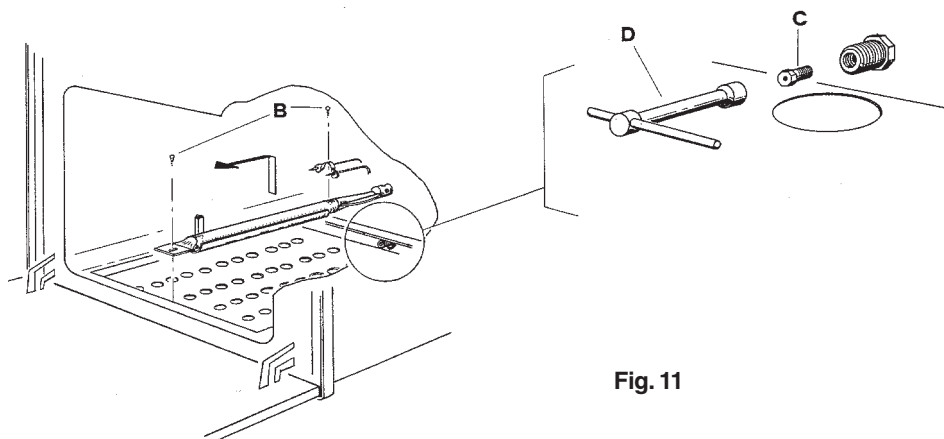

Fig. 11
- Extraer el quemador, para ello desenroscar los tornillos de fijación de la solera (B-fig. 11);
- Desenroscar el inyector (C), para ello utilizar una llave tubular (D) de 7 mm., y sustituirlo con uno adecuado para el nuevo tipo de gas (véase tabla);